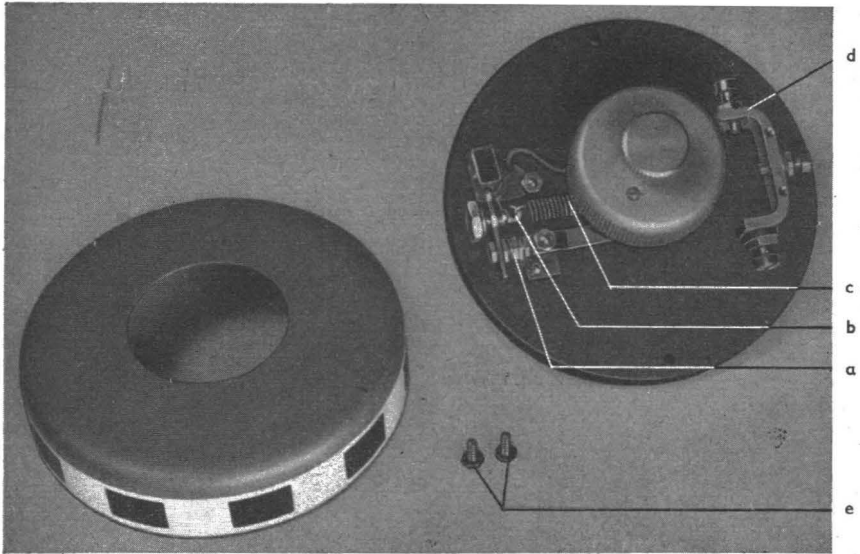

Bild 28
b) Demontieren des Reglers (zur Kontaktkontrolle) (Bild 28 und 29):